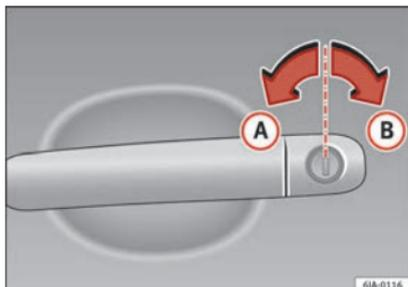

Fig. 122 Posizioni della chiave durante il blocco e lo sblocco del veicolo.
- Girare la chiave inserita nella serratura del lato conducente nel senso di marcia, fino a raggiungere la posizione di apertura **A** » **fig. 122**.
- Girare la chiave inserita nella serratura del lato conducente nel senso di marcia, fino a raggiungere la posizione di chiusura **B** » **fig. 122**.